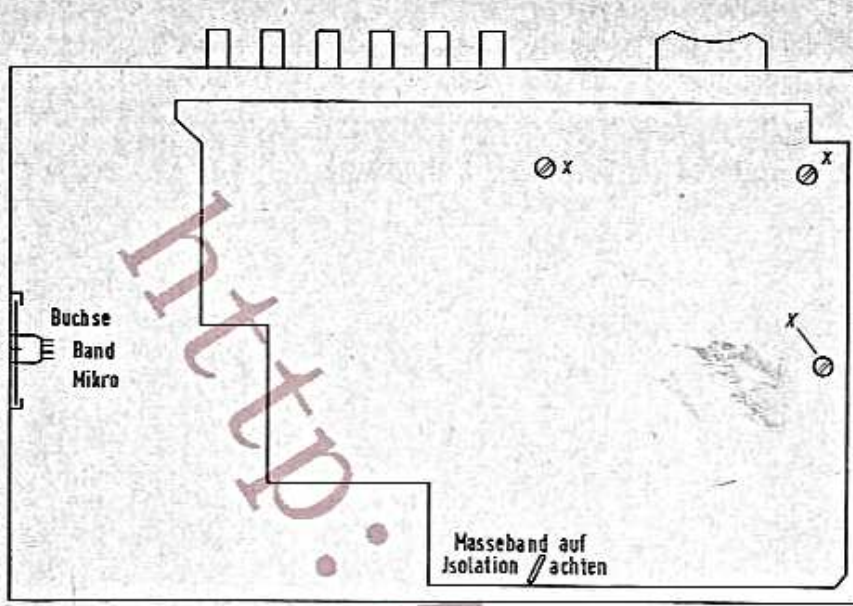

Bild 2
2. Nach Bild 2+3 Schrauben mit X-Kennzeichnung entfernen.